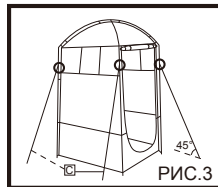

РИС.3
6. Протяните один конец растяжек <C> через петли по четырем углам внешней палатки <A>. (РИС.3)
7. Протяните другой конец через колышки для палатки <D> и закрепите, вставив колышки <D> в землю. (РИС.3)